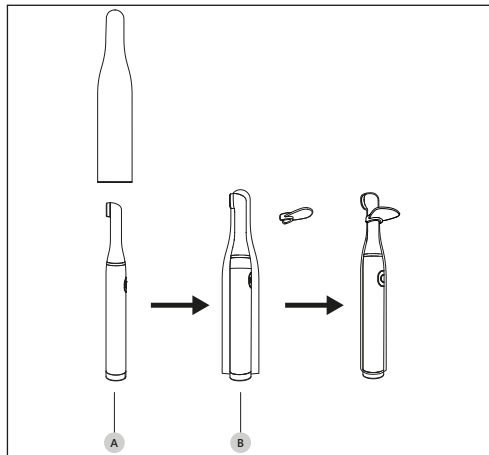

Figura 8 – Conectarea Accesoriiilor
2. Introduceți teaca de protecție de unică folosință pe piesa de mână (Figura 8 la pagina 15 - Ref. A);
3. Fixați apărătoarea optică pe piesa de mână (Figura 8 la pagina 15 - Ref. B).